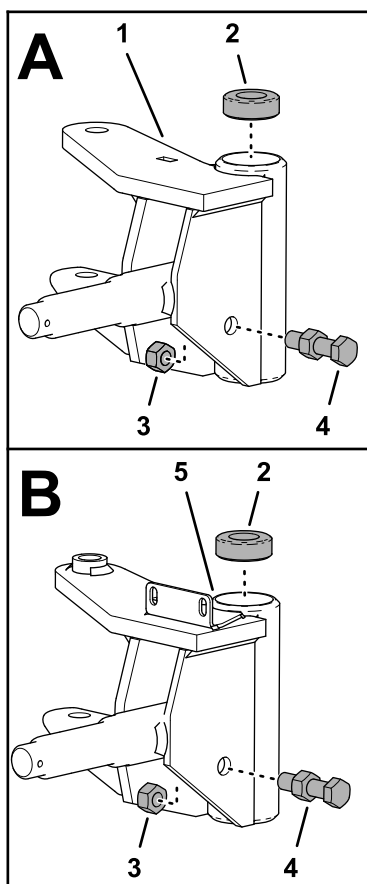

Figure 9
3. Déposez la bague de butée au sommet de l'ancienne fusée gauche (Figure 9).
- Retirez l'écrou (½ po) qui fixe le boulon d'arrêt d'essieu sur la fusée (Figure 9).
- Montez le boulon d'arrêt et l'écrou dans le trou de la nouvelle fusée gauche (Figure 9).
- Fixez le boulon d'arrêt sur la fusée (Figure 9) avec l'écrou que vous avez retiré à l'opération 4.
- Insérez le palier de butée au sommet de la nouvelle fusée gauche (Figure 9).